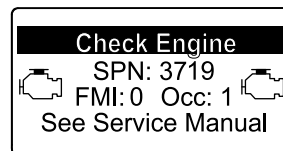

Figura 55
- Se for necessária uma regeneração de recuperação, o InfoCenter mostra o aviso do motor SPN 3719, FMI 16 (Figura 55) e o computador do motor reduz a potência do motor para 85%.